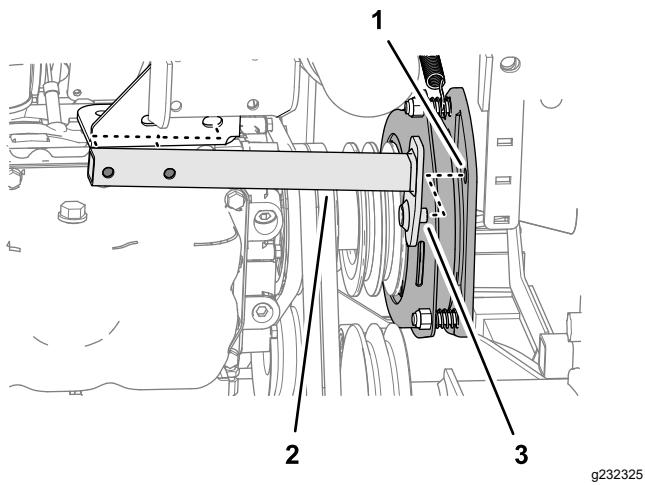

Figura 92
7. Mova o tubo antirrotação para trás e retire-o da máquina (Figura 92).
2. Alinhe o pino do tubo antirrotação com o orifício na placa da embraiagem da PTO; consulte Figura 92 em Remoção das correias da PTO \(página 66\).